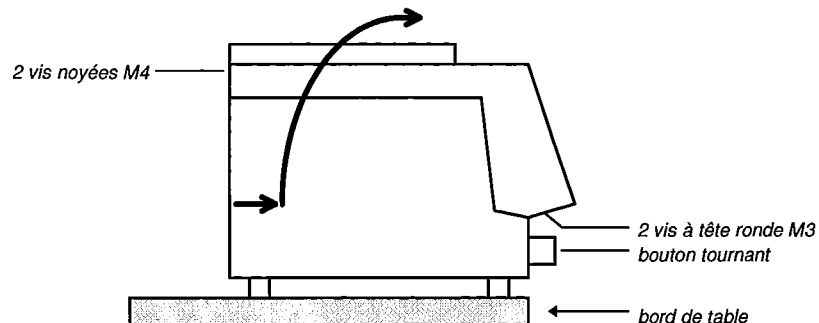

Fig. 7
- Positionner l'appareil au-dessus du bord de la table, de façon à pouvoir dévisser les vis M3 (Fig. 7).